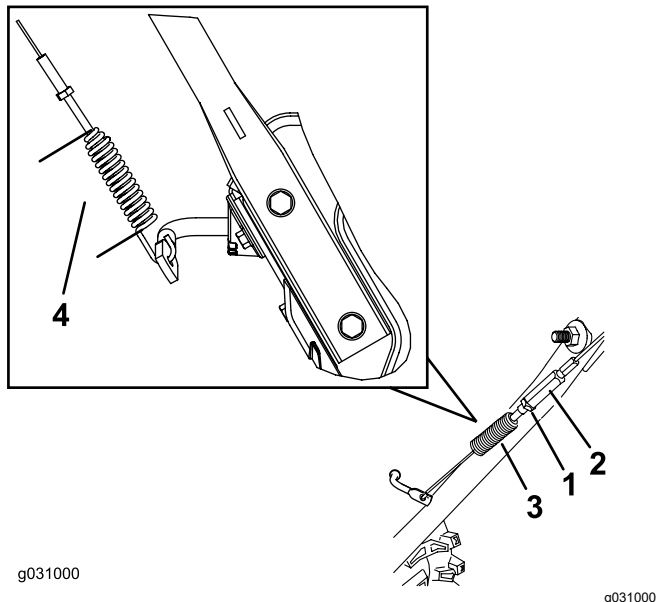

Figure 35
3. Desserrez ou serrez le tendeur pour régler la longueur du ressort à 7 cm (2¾ po), comme montré à la Figure 35.
4. Serrez l'écrou de blocage (Figure 35) en vérifiant que le câble est légèrement tendu.